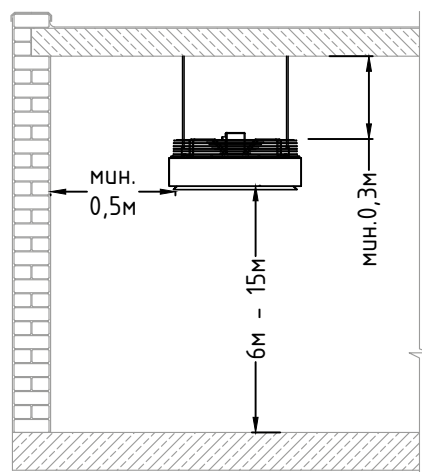

Рис. 3. Рекомендуемые расстояния при монтаже 3-го и 4-го типоразмера
- Соблюдайте рекомендуемые высоты монтажа устройств для обеспечения равномерного распределения воздуха по высоте помещения. Рекомендуемые высоты монтажа приведены на Рис. 3 и 4.
Дестратификаторы устанавливаются на горизонтальных поверхностях. Аппарат оснащен монтажными креплениями для установки на шпильки. Во время установки необходимо соблюдать рекомендуемые расстояния до ближайших конструкций (Рис. 2 и Рис. 3).